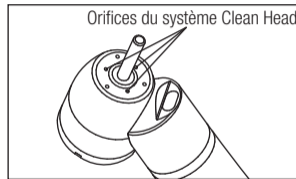

Fig. 5
- 1) Enlevez les saletés et les débris des orifices du système Clean Head à l'aide du fil et de la brosse de nettoyage (fournis en tant qu'accessoires pour la turbine). (Fig. 5)